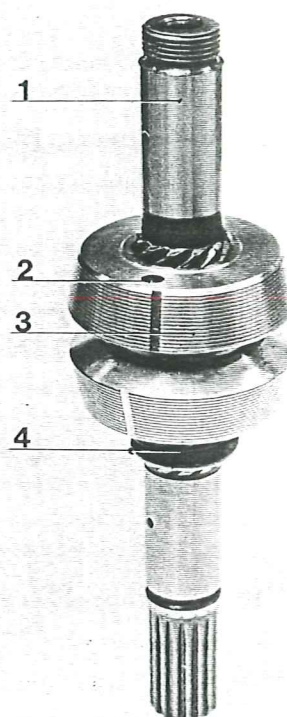

Fig. 17
3. Kopplingsmuffen (44) skall väga lätt på fjädern (45). Känn för hand att så är fallet. Se fig 17.